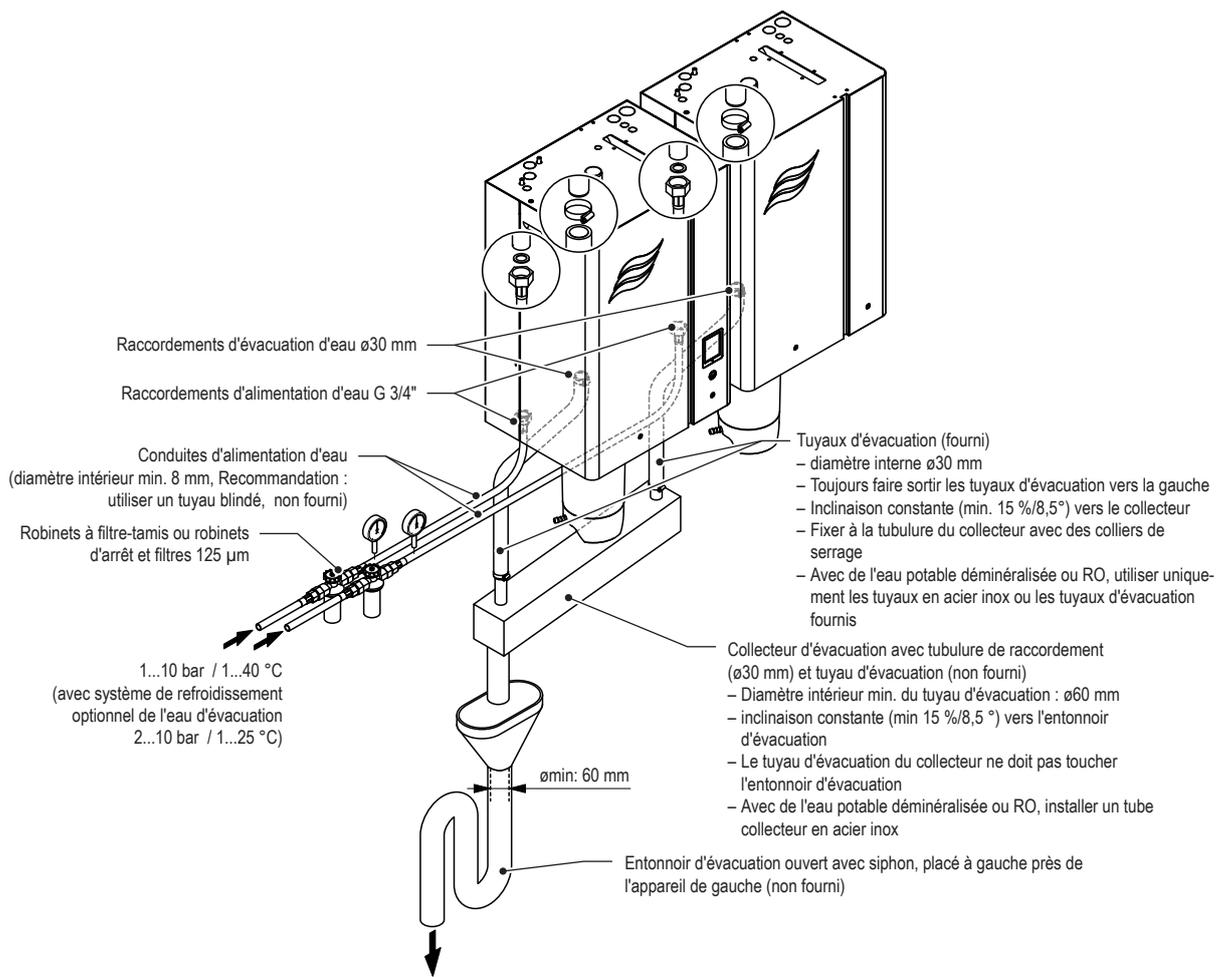

Fig. 23: Aperçu de l'installation hydraulique pour appareils doubles Moyens ("M")
- Sur les appareils doubles, raccorder les tuyaux d'évacuation sur un tube collecteur à l'aide de colliers de serrage en suivant une inclinaison constante (min. 15 %/8,5°) et diriger l'écoulement du tube collecteur dans un entonnoir d'évacuation en suivant également une inclinaison constante (min. 15 %/8,5°) (voir Fig. 23). L'entonnoir d'évacuation doit être placé à gauche, à côté de l'humidificateur d'air à vapeur, afin d'éviter des dommages de vapeur sur l'appareil.